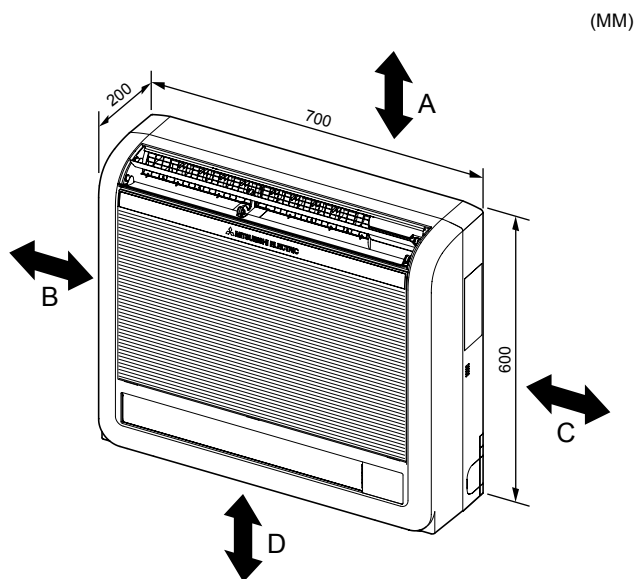

Fig. 2-1
①	Дренажный шланг	1
②	Крышка трубы	1
③	Лента	2
④	Крепежный кронштейн внутреннего прибора	1
⑤	Крепежный винт для ④ 4 × 25 mm	5
⑥	Шуруп для крепления внутреннего прибора	4
⑦	Прокладка для ⑥	4
⑧	Войлочная лента (Используется для трубопроводов слева или справа сзади)	1
⑨	Кабель пульта дистанционного управления MA	1
2.1. Контурные габариты (Внутренний прибор) (Fig. 2-1)